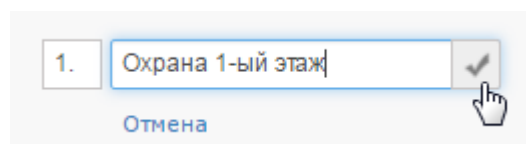

Рисунок 9.61 — Добавление раздела
- Укажите номер раздела и его название (рисунок 9.61). Нажмите на кнопку .